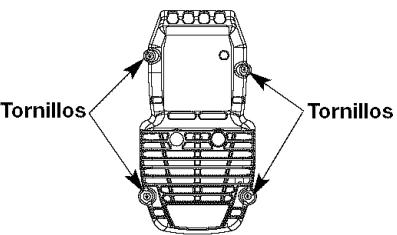

Fig. 13
- Saque los cuatro (4) tornillos que sostienen la cubierta del silenciador / filtro de aire (Fig. 13). Use un destornillador de vástago plano o de broca Torx N° T20.
6. Cambie el filtro de aire dentro de la tapa del filtro de aire / silenciador (Fig. 13).
2. Inserte los cuatro (4) tornillos en los orificios de la cubierta del silenciador / filtro de aire (Fig. 13) y ajústelos. No los ajuste demasiado.